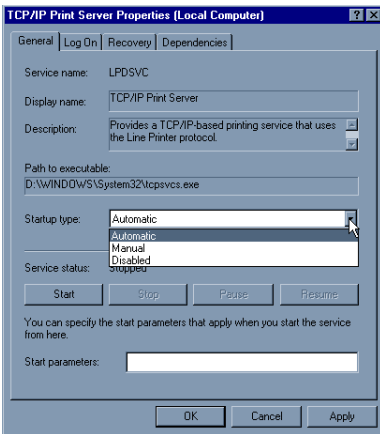

Рис. 7. Свойства TCP/IP-сервера печати
7. Найдите строку **Сервер печати TCP/IP**, щелкните ее два раза (см. рис. 7).